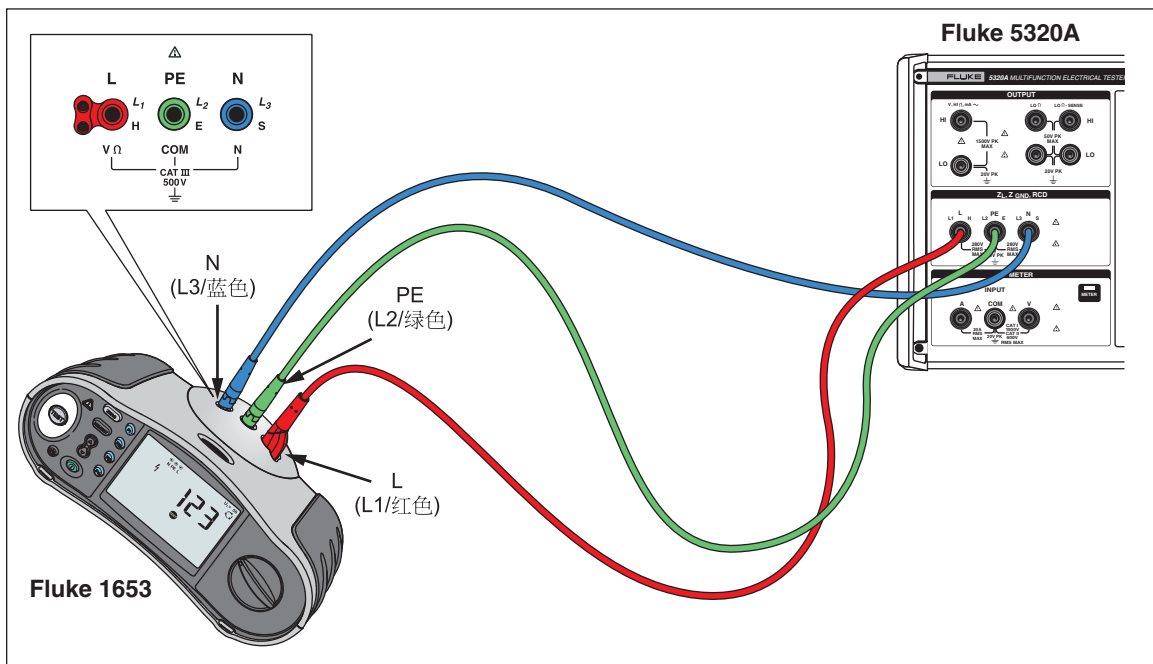

图7-17.RCD 跳闸时间和跳闸电流校准
2. 使用图7-17，将 UUT 连接到校准器的 L、PE 和 N 端子。
- 使用图7-17，将 UUT 连接到校准器的 L、PE 和 N 端子。
- 使用图 7-17，将 UUT 连接到校准器的 L、PE 和 N 端子。